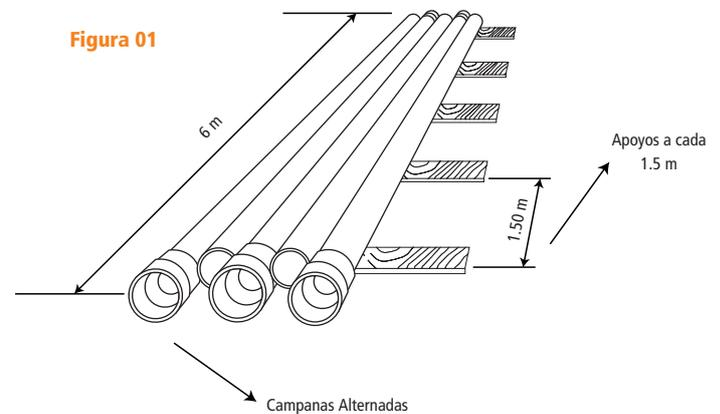

Figura 02
- Para evitar desbordes se deberá colocar 3 soportes laterales a lo largo del tubo (Figura 02). Caso contrario se debe apilar sobre paredes laterales.